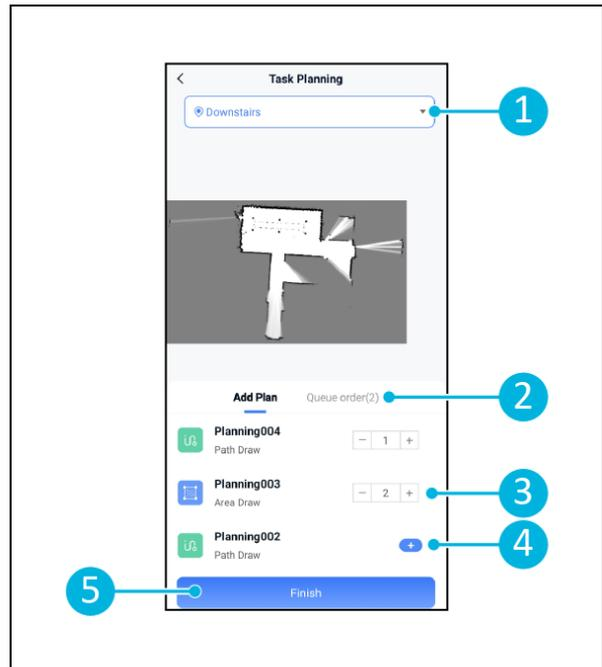

Figure 26
5. Sélectionnez la carte dans laquelle vous souhaitez créer la tâche (Figure 26, pos. 1).
6. Ajouter les plans (Figure 26, pos. 4) que la cobotique 45 inclura dans la tâche de nettoyage et combien de fois (Figure 26, pos. 1) les plans sont exécutés.
7. Sélectionnez [Ordre de la file d'attente] (Figure 26, pos. 2) pour modifier l'ordre dans lequel les plans sont exécutés dans la tâche.
8. Sélectionnez [Finish] (Figure 26, pos. 5) lorsque la tâche est entièrement configurée.